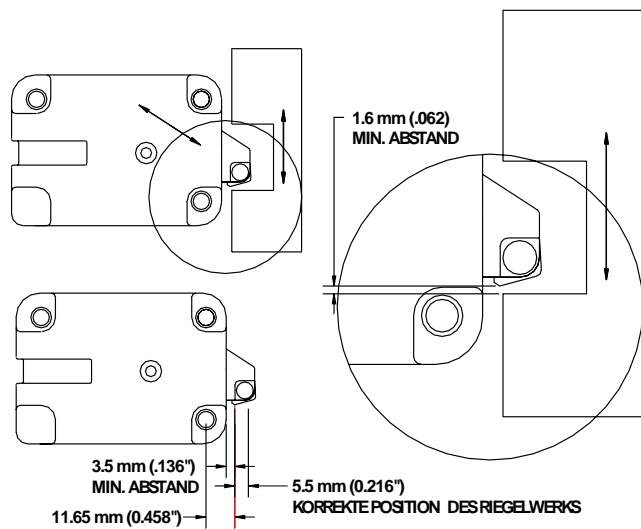
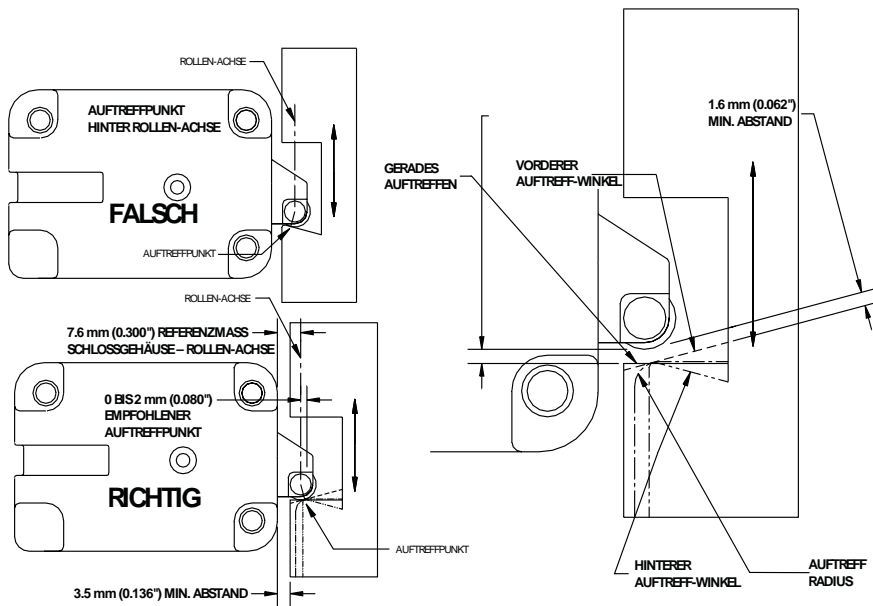

Abbildung 1 - Schubriegel (Slide Bolt) mit Vierkant, Position und Toleranzen
Abbildung 2 - Schubriegel (Slide Bolt) mit Rolle, Auftreffarten und -punkte
2. Das Schloss mit den Schlossgehäuseschrauben (1/4-20) am Tresor befestigen. Zwischen Schlossriegel und Riegelwerk muss ein Abstand von mindestens 1.6 Millimeter (0.062") gewährleistet sein. Abbildung 1 zeigt die genauen Toleranzen und die Position für den Einbau eines Schlosses mit Schubriegel (Slide Bolt) mit Vierkant. Abbildung 2 zeigt die genauen Toleranzen, Auftreffarten und -punkte für den Einbau eines Schlosses mit Schubriegel (Slide Bolt) mit Rolle.